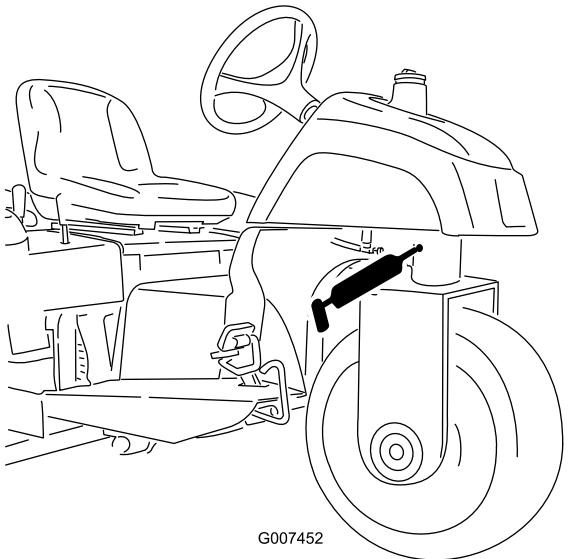

Figura 26
- perno dello sterzo (Figura 26)
Nota: Il raccordo piano sul perno dello sterzo (Figura 26) richiede un adattatore per l'ugello della pistola d'ingrassaggio. Ordinate il n. cat. Toro 107-1998 dal vostro distributore Toro autorizzato.